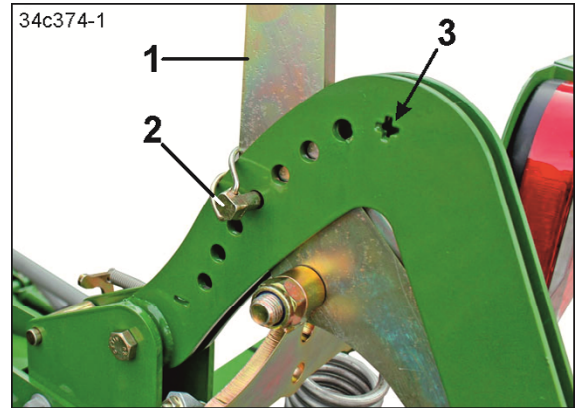

图 184
4. 将操纵杆的 (图 184/1) 位置通过管件折叠插头 (图 184/2) 固定。
如果管件折叠插头 (图 184/2) 在钻孔中被插入到加号 (图 184/3) 旁边，则压辊接触压力最大。